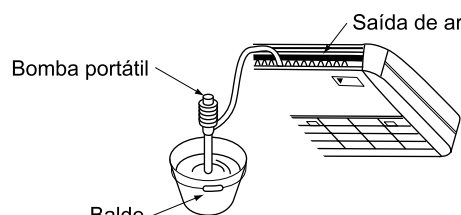

Fig. 25
(2) Confirme se a drenagem é eficaz depois da instalação da tubagem.
- Adicione 0.6 l de água na cuba de drenagem pela saída de ar para confirmar o funcionamento da drenagem. **(Consulte a Fig. 25)**